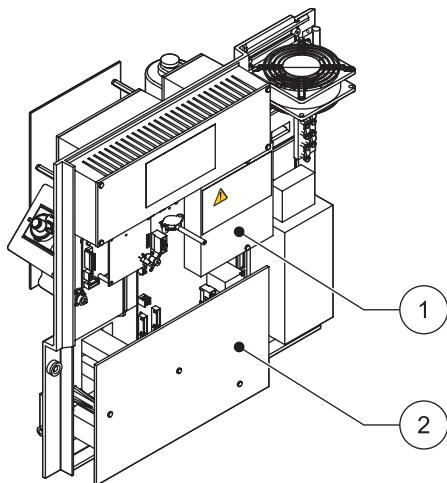

图 11 拆下防护罩
有关拆下防护罩的信息，请参见图 11。
3. 除去防护罩上的两枚螺钉并取下防护罩（项目 1，位于第 20 页上的图 11）。
6. 除去固定底部面板盖的三枚螺钉。（项目 2，位于第 20 页上的图 11）。拆下面板。
3. 拆下防护罩（位于第 20 页上的图 11）。